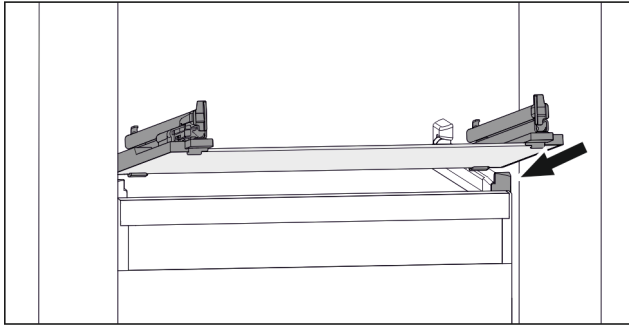

Fig. 48 Rappresentazione esemplificativa del ripiano in vetro
- ▶ Applicare il ripiano in vetro obliquamente dietro i fermi. (vedere Fig. 48)